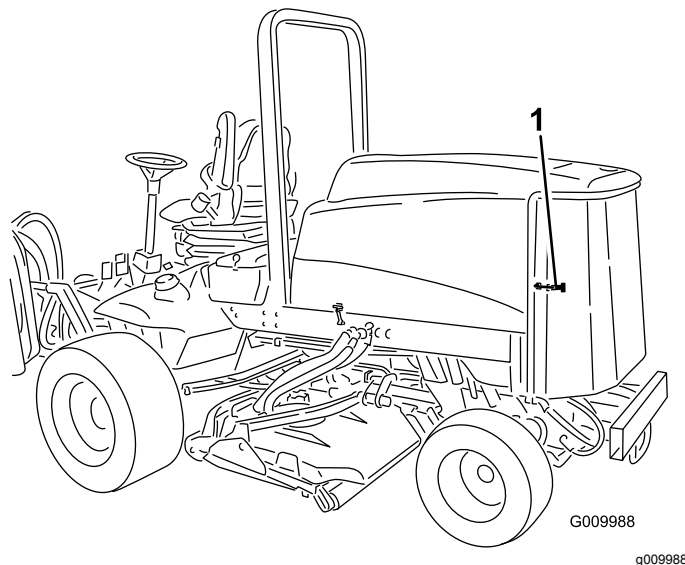

Рисунок 75
1. Откройте защелку и откиньте заднюю решетку (Рисунок 75).